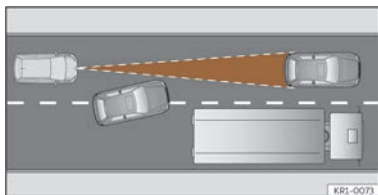

Fig. 137 Autovehicul schimbând benzile.
- Autovehicule care intră pe banda dumneavoastră la o distanță mică față de autovehiculul dumneavoastră >>> **fig. 137.**